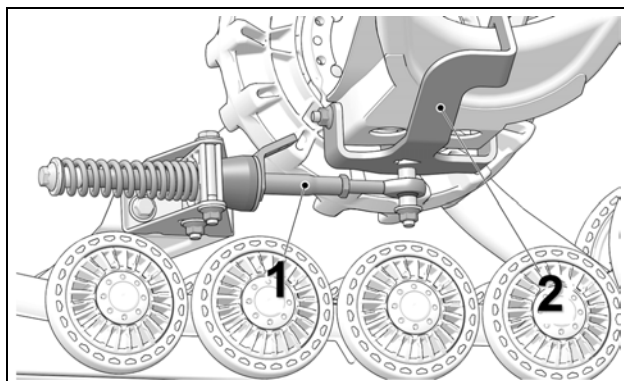

Figure 14
- Le bras stabilisateur (1) doit être fixé à l'ancrage arrière (2) installé au véhicule. Figure 14.
*NOTE : L'ancrage arrière (2) installé sur le véhicule peut différer de celui montré dans l'illustration.*